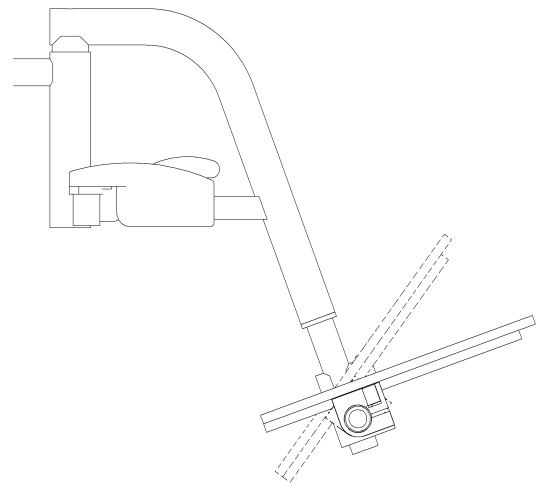

Figure 31 - Réglage de l'angle
3. Pour ajuster l'**angle** faire pivoter la palette autour de l'axe de la rotule de l'appui-pied (figure 31);